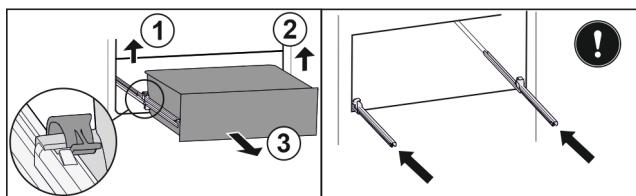

Fig. 34
- Повдигнете лявата скоба и едновременно с това изтеглете напред чекмеджето отляво. Fig. 34 (1)
- Повдигнете дясната скоба и едновременно с това изтеглете напред чекмеджето отдясно. Fig. 34 (2)
- Извадете чекмеджето напред. Fig. 34 (3)